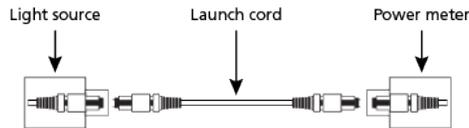

Figura 5. Fije la referencia.
1. Establezca una referencia entre la fuente de luz y el medidor de potencia usando el cable de lanzamiento (ver la figura 5).